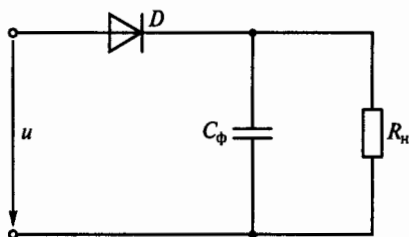

Рис. 198
**8.8.** Как изменится коэффициент пульсаций выпрямленного напряжения выпрямителя с емкостным фильтром (рис. 198) при уменьшении сопротивления нагрузки  $R_H$ ?